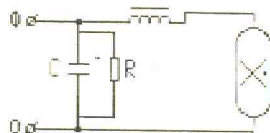

Рис.3
5.2. Подключение проводов сети производится к проводам выходящим из светильника согласно схеме включения (рис.3), при этом нулевой провод сети подключить к проводу, маркированному синей краской, а заземляющий провод – к проводу заземления желто-зеленого цвета.